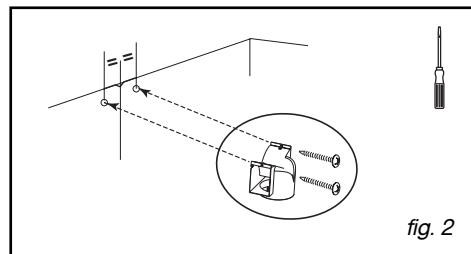

fig. 2
- Bevestig de plastic rookdeflector tegen de muur en tegen het plafond, met de twee schroeven (fig.2). Centreer de deflector in verhouding tot de verticale lijn op de muur (fig.2).